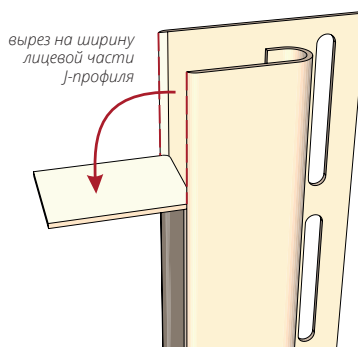

Рисунок 46
- 14.3** Для соединения двух профилей 7/8 под углом 90° – вариант №2. Сделайте подрез J-профиля, который должен монтироваться верхним согласно Рис. 46.